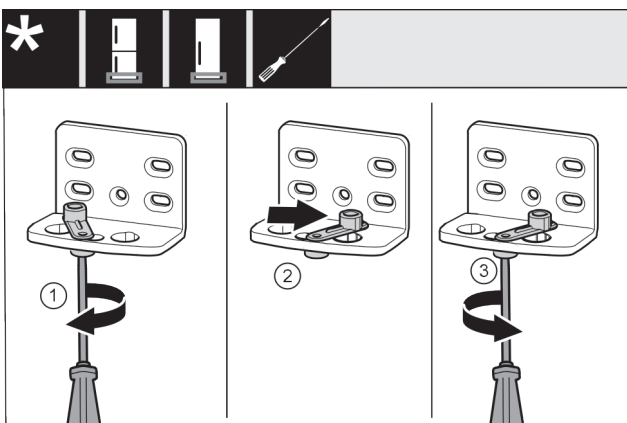

Fig. 15
- ▶ Lazán tekerje be a csavart Fig. 15 (1) csavarhúzóval.
- ▶ Emelje meg az ajtó záródását segítő egységet Fig. 15 (2), és 90°-kal jobbra forgatva tekerje be a furatba.
- ▶ Húzza meg a csavart Fig. 15 (3) csavarhúzóval.